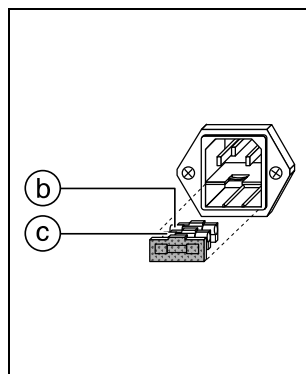

Fig. 5.2
Defekte Sicherung ② entfernen und durch die auf richtigen Sicherungswert überprüfte Reservesicherung ③ ersetzen (Fig. 5.2).
Replace the defective fuse ② using a new fuse ③ which has been checked for the correct rating (Fig. 5.2).